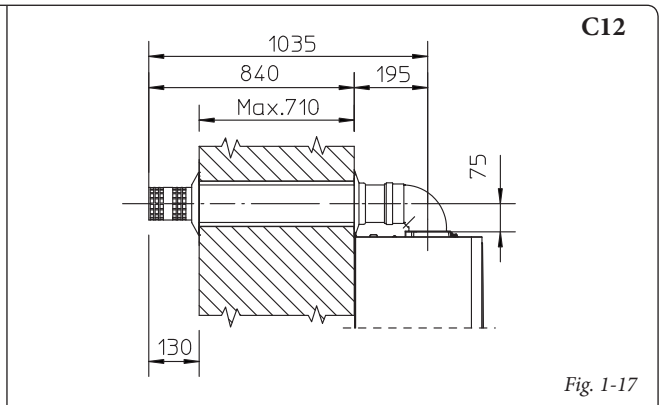

Fig. 1-17
- Applicazione con uscita posteriore (Fig. 1-17). La lunghezza del tubo di 970 mm permette l'attraversamento di una parte di spessore massimo di 710 mm. Normalmente sarà indispensabile accorciare il terminale. Determinare la misura sommando questi valori: Spessore parte + sporgenza interna + sporgenza esterna. Le sporgenze minime indispensabili sono riportate in figura.